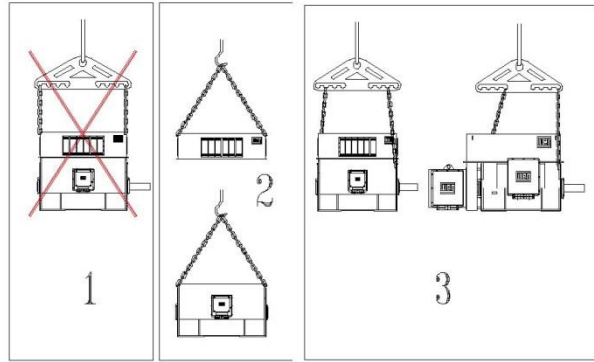

Рис. 3.1. Перемещение электродвигателя
- Электродвигатель следует перемещать в положениях 2 и 3 на Рис. 3.1.
- Если центр тяжести не находится ровно посередине между проушинами, используйте один из методов, показанных в п. 3 на Рис. 3.1.